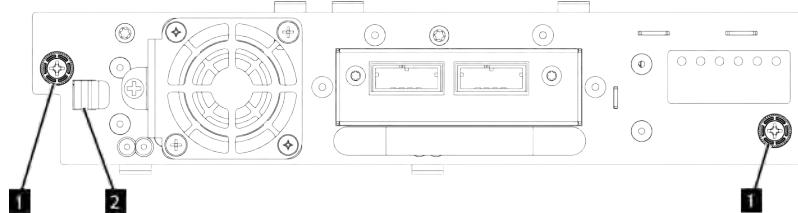

Figura 70. Desbloqueo de la unidad
- Afloje los tornillos de mariposa de color azul (**1** en Figura 70 en la página 167) en la unidad de cintas. Presione la palanca de bloqueo (**2** Figura 70 en la página 167) a la derecha y tire hacia atrás en el asa de la unidad de cintas mientras se da soporte a la parte inferior de la unidad para extraerla de la unidad.